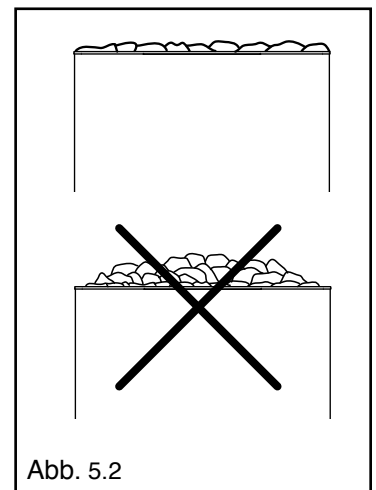

Abb. 5.2
- Schichten Sie die Steine nicht über die Oberfläche des Saunaofens. Siehe Abbildung 5.2